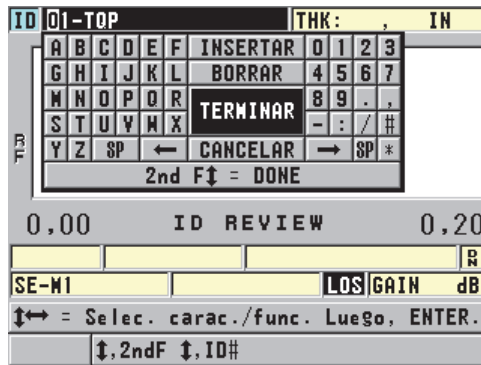

Figura 6-37 Modificación del ID #
4. Pulse nuevamente las teclas **[2nd F]** y **[FILE] (ID#)** y, después, edite el valor del ID (véase la Figura 6-37 en la página 136).